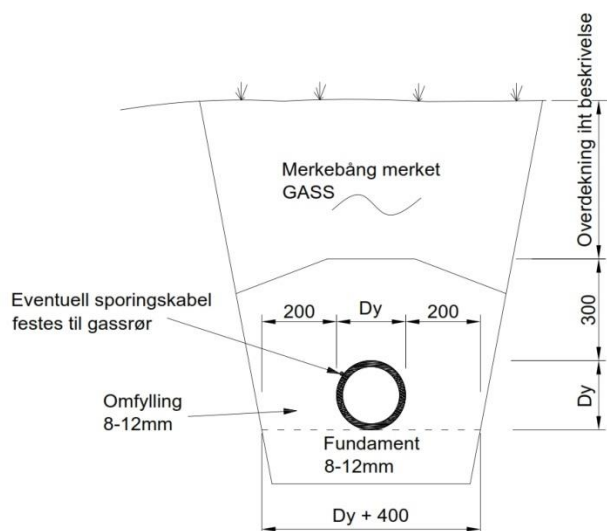

Fig.1 "Grøftesnitt"
- Grøft som vist i fig.1” Grøftesnitt”